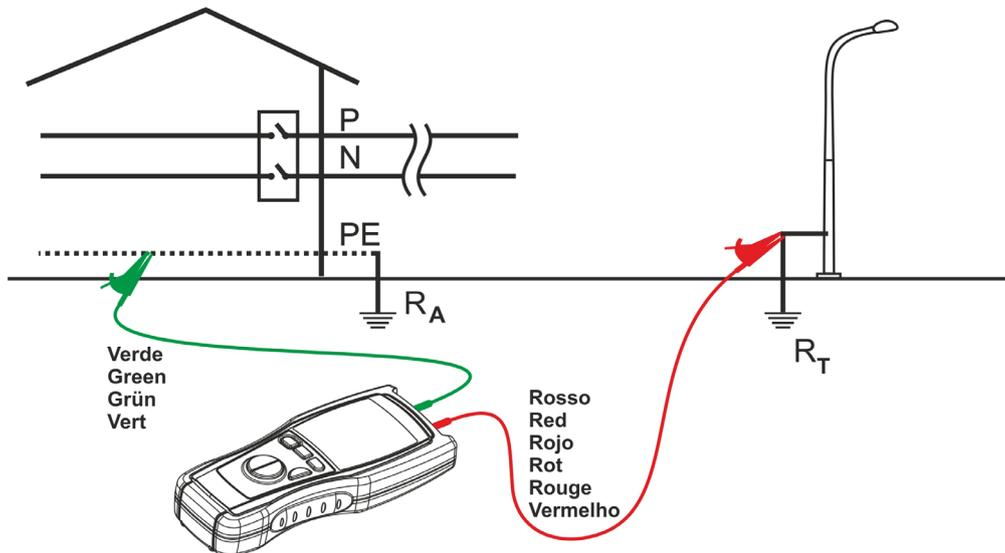
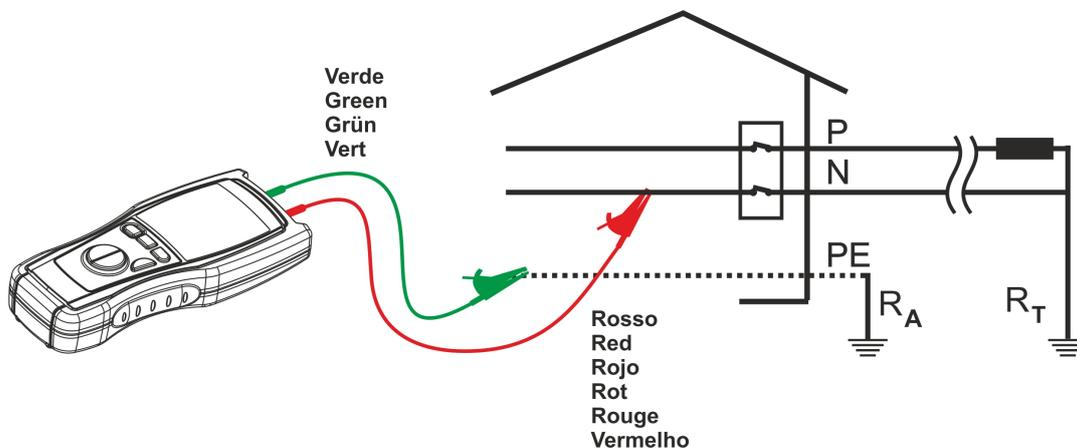

Fig. 3: Exemplo de ligação do instrumento para a medição de Terra com 2 Pontos
Fig. 4: Exemplo de ligação do instrumento para a medição de Terra com 2 Pontos (só utilizada em sistemas TT).
- Na Fig. 3 utilizou-se como *piquete auxiliar* um poste de iluminação, mas também se podem considerar válidos para canalizações de água ou qualquer corpo metálico enterrado no terreno que respeite as condições aqui apresentadas
- Se o sistema em exame for um sistema TT então, neste caso, pode-se utilizar o condutor do Neutro como piquete auxiliar (ver Fig. 4).
7. Ligar os terminais do instrumento aos pontos pretendidos do circuito em exame (ver as Fig. 4 e Fig. 3).